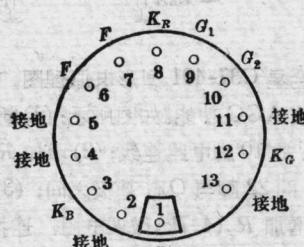
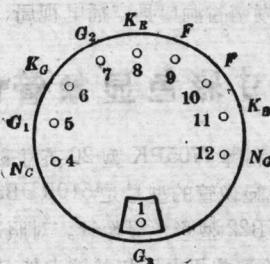

图 1
图 2
对照图1与图2两管脚图可发现：这两种彩色显像管的管脚所在圆周直径是相同的，管脚间距也是相同的，只是管脚的多少与管锁位置的大小不同。所以510VJB22型彩色显像管的管脚不能直接插入原管座，应作如下改动方可代用。
(1) 先把管座从尾板上取下打开，注意不要把各管脚的对地放电间隙弄坏，然后用细钢锉细心地将管座的管锁部的多余部分锉去，直到能将510VJB22型彩色显像管的管脚顺利地插入为止。最后再将加工好的管座安装在尾板上。
(2) 原机尾板电路中的元件不用变动，但须将连接管座的第3、4、6、7、9、10、11、12脚的铜箔切断，然后参照图1与图2的管脚排列图进行改接。其中第2、5、10、13脚均需接地，第4、12脚为空脚，第9脚接灯丝F，第1脚仍为聚焦极 G_3 ，第6、8、11脚分别接 K_A 、 K_B 、 K_B 阴极电压。